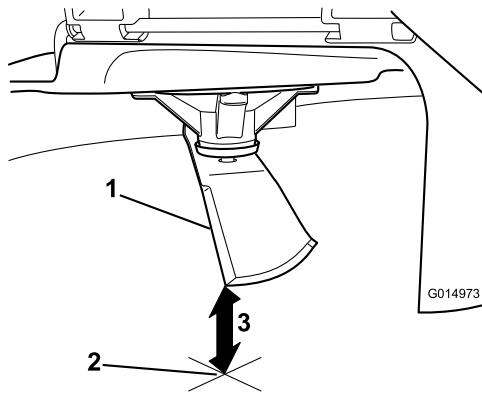

Figure 108
5. Mesurez la distance entre la pointe de la lame et la surface plane (Figure 108).